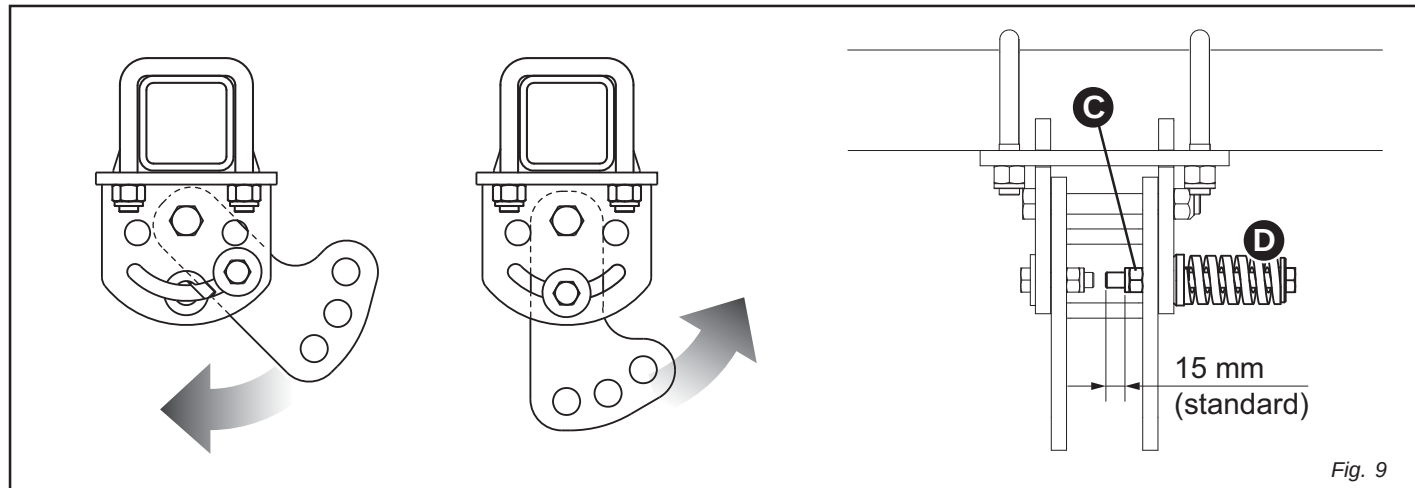

Fig. 9
Das Mähwerk ist mit einer Hindernis-Sicherheitsvorrichtung ausgerüstet. Sollte diese aufgrund eines Schlages ausklinken, Maschine, ohne den Mähbalken zu heben, zum Stillstand bringen. Überprüfen ob die Kardanwelle beschädigt ist, dann im Rückwärtsgang so weit fahren, bis die Sicherheitsvorrichtung wieder einklinkt. Sollte die Mähmaschine zu oft ausklinken, die Feder (C) mittels Mutter (D) einstellen, und zwar um eine halbe Drehung pro mal (Abb. 9).